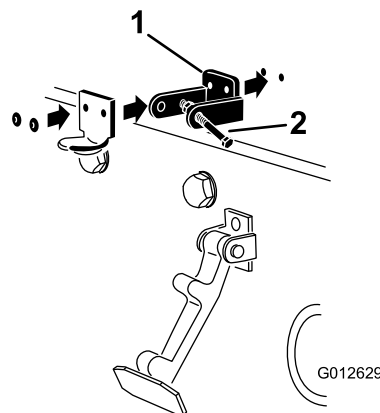

图4
4. 如图4所示对齐机罩门锁支架、CE 锁支架与机罩中的孔。
注意 将 CE 锁支架与机罩对齐图4。不要从 CE 锁支架臂卸下螺栓和螺母。
6. 用铆钉将支架和垫圈铆定到机罩图4。